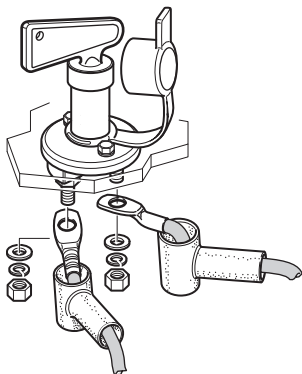

Fig. 50
- Allacciare i collegamenti dei cavi allo staccabatteria e fissarli con dadi (Fig. 50).